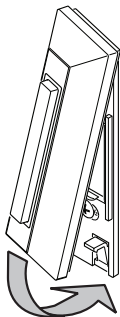

Figure 6 - Mise en place de la partie avant sur le socle.
9. Lorsque le bouton-poussoir et le carillon sont branchés et qu'ils fonctionnent correctement, remplacez la partie avant du bouton-poussoir sur le socle, en commençant par le haut, puis encliquetez-le en place (voir la Figure 6). *Note* : Le bouton-poussoir doit être installé avec l'éclairage « recherche-clé » vers le bas.